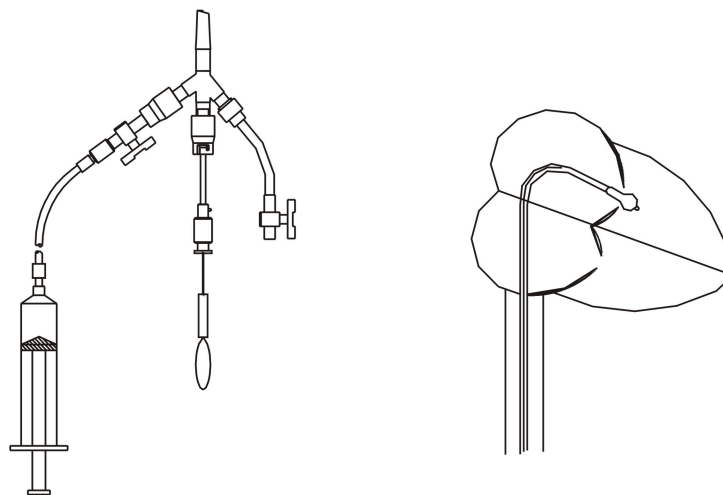

Abb. 24 Aufblasen des Ballons
**Achtung: Ziehen Sie den Katheter nicht zu stark oder zu schwach, sonst wird Disposition des Ballons und Beeinträchtigung der Wirksamkeit auftreten. (siehe Abb. 24).**